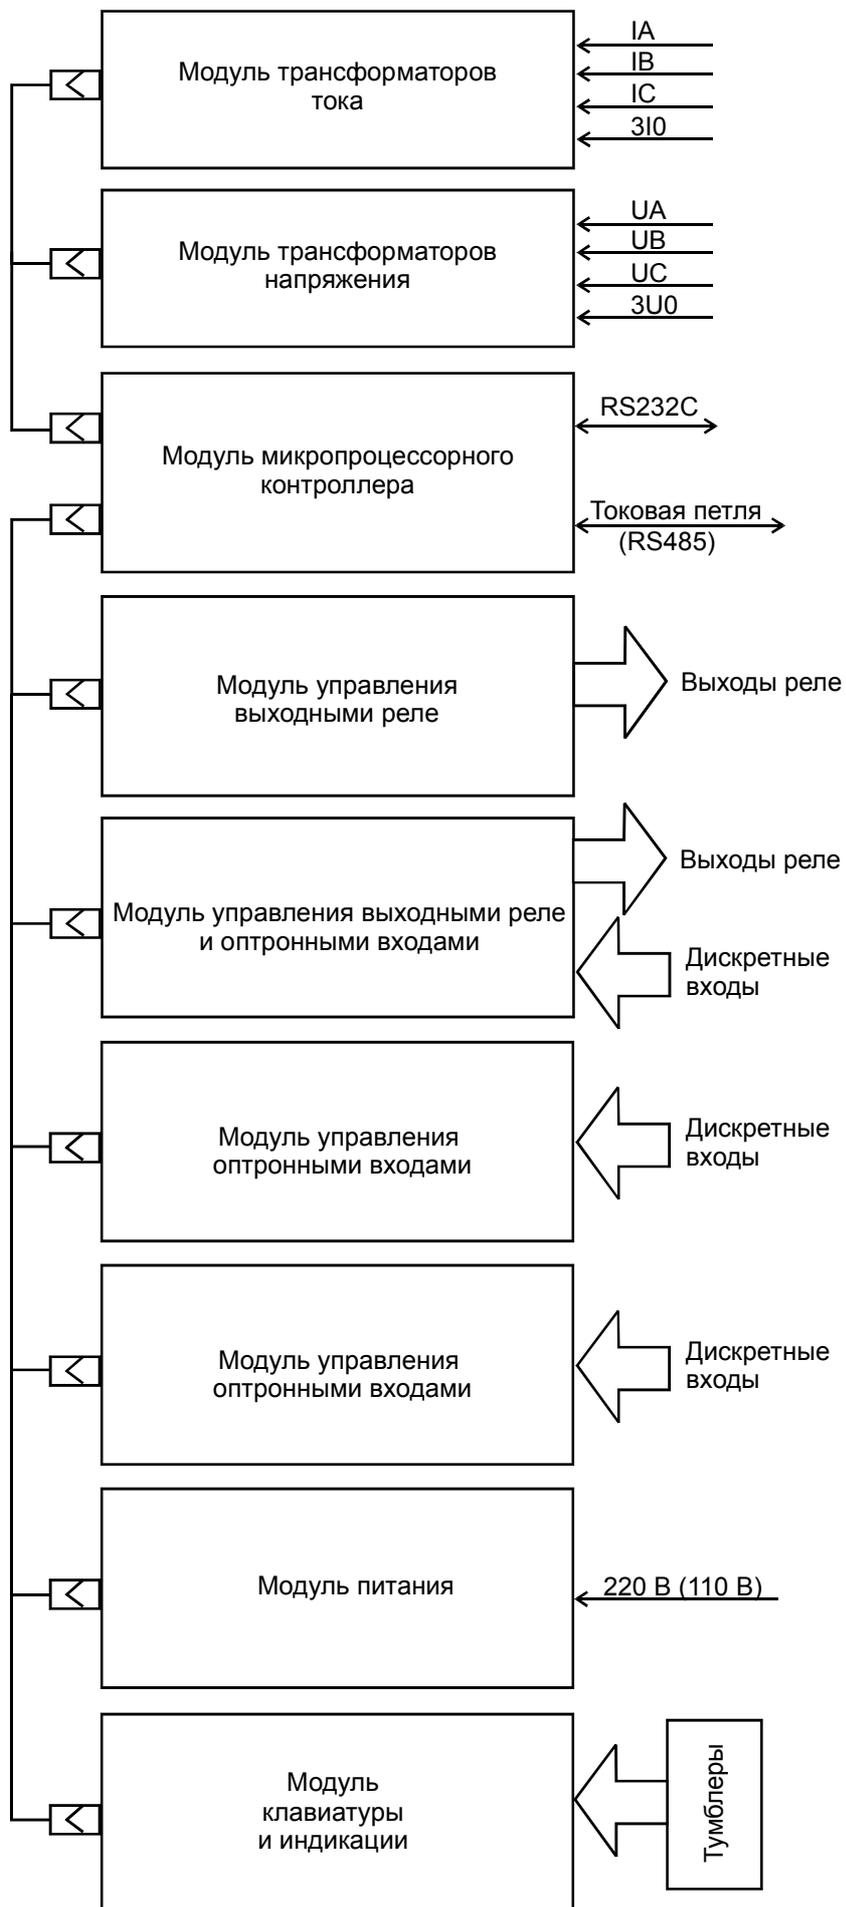

Рис.6. Структурная схема устройства «Сириус-СП»
1.7.1. Структурная схема устройства приведена на рис.6.